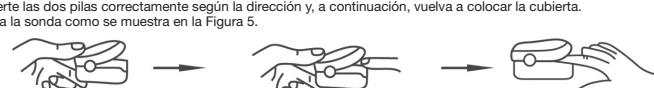

Figura 5 Colocar el dedo en posición
1. El dedo debe ser colocado correctamente (ver la ilustración adjunta de este manual, Figura 5), de lo contrario, puede causar mediciones imprecisas.
- 2) Abra la sonda como se muestra en la Figura 5.